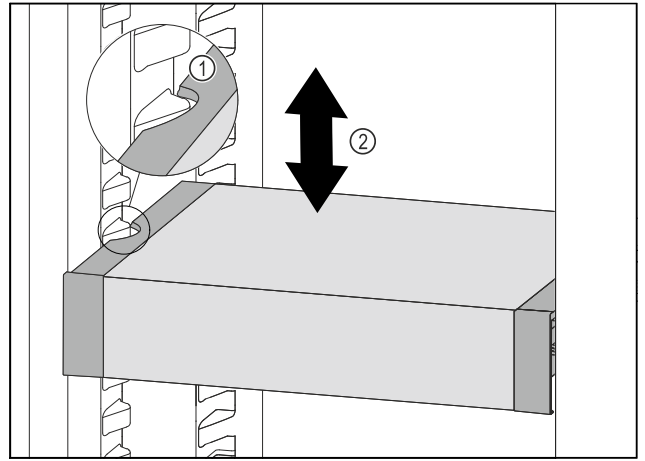

Fig. 122
- ▶ VarioSafe nach vorne ziehen, bis sich die seitlichen Aussparungen des VarioSafes auf Höhe der Behälterrippe im Kühlteil befinden. Fig. 122 (1)
- ▶ VarioSafe im Kühlteil nach oben oder unten bewegen, bis gewünschte Höhe erreicht ist. Fig. 122 (2)